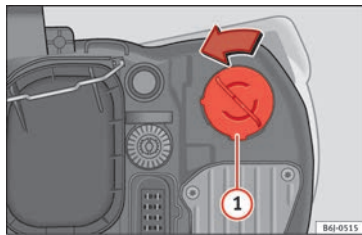

Fig. 101 Feux clignotants.
- Tournez le support d'ampoules » fig. 101 ① vers la gauche puis tirez.